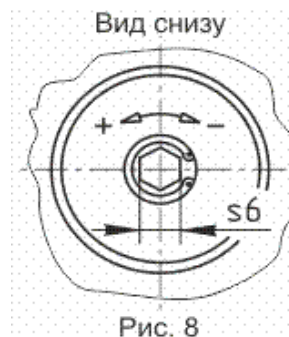

Рис. 8
4.4.4 При необходимости регулирования количества пропускаемого газа, используйте винт в нижней крышке (только для клапанов ВН...К). Поворачивая винт в сторону знака « - » можно уменьшить количество пропускаемого через клапан газа (рис. 8).